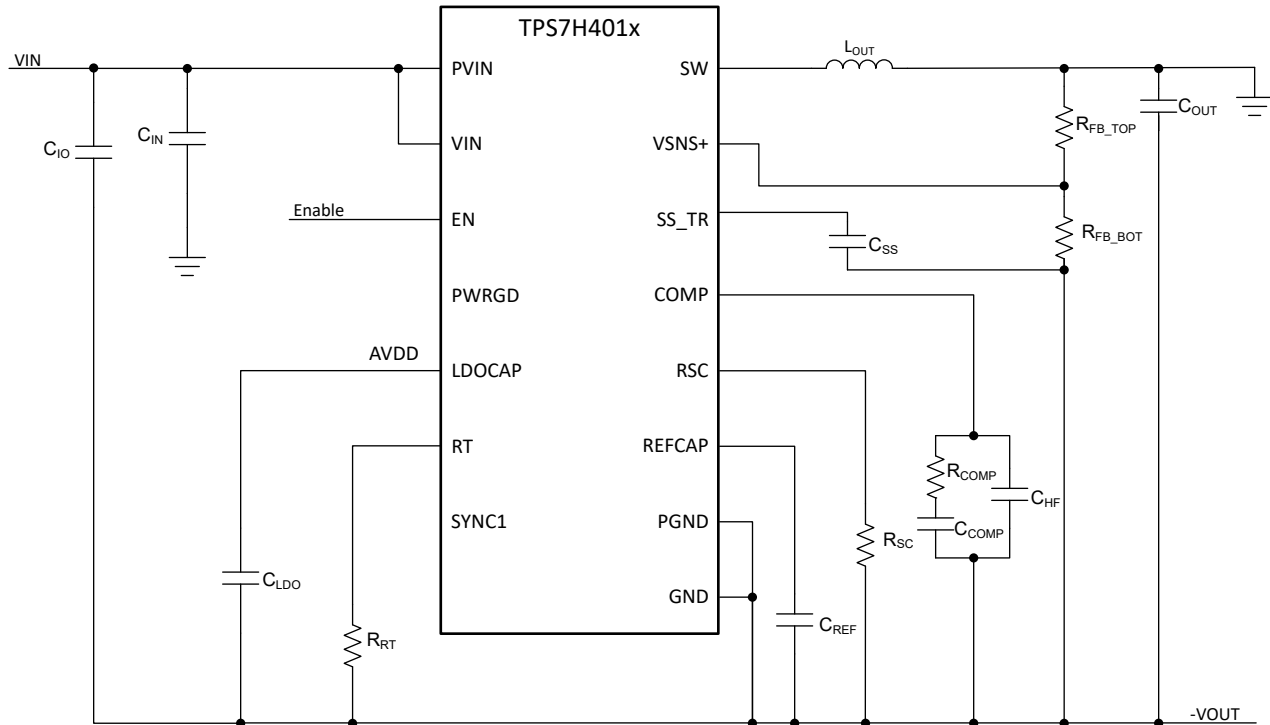

図 10-5. 反転昇降圧の概略回路図
TPS7H401x は、図 10-5 に示すように、負の出力電圧を生成するために反転昇降圧として構成することができます。
- 図 10-5 の  $C_{IO}$  は、降圧コンバータで使用される標準の入力コンデンサです。 $C_{IN}$  は、システムグラウンドを基準とした入力コンデンサで、レギュレータの入力に低インピーダンスパスを提供します。